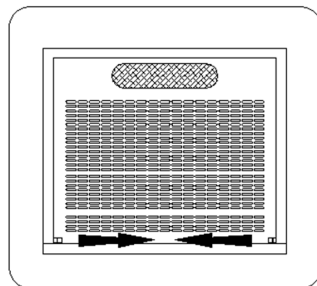

рис.6
- а) нажать на защелку и снять нижнюю решетку (рис. 6),
- нажать на защелку и снять нижнюю решетку (рис. 6),